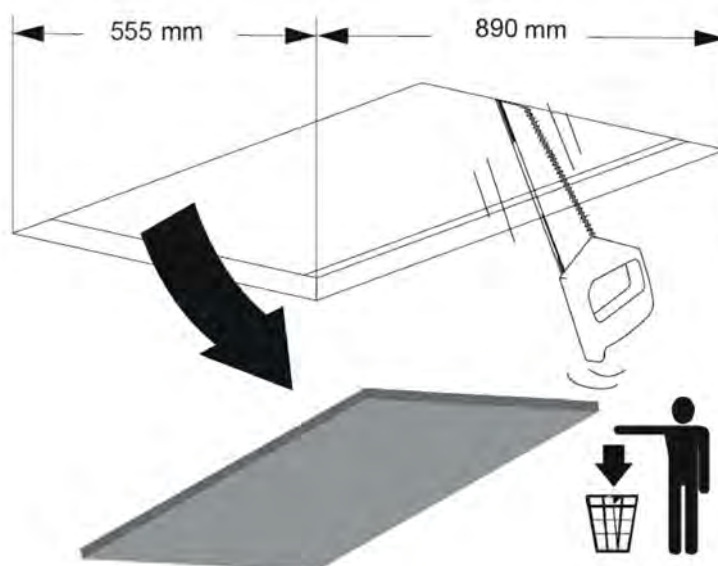

Fig. 7
1. Taket eller materialet där fläkten är monterad måste sågas upp enligt angivna mått (Fig. 7).